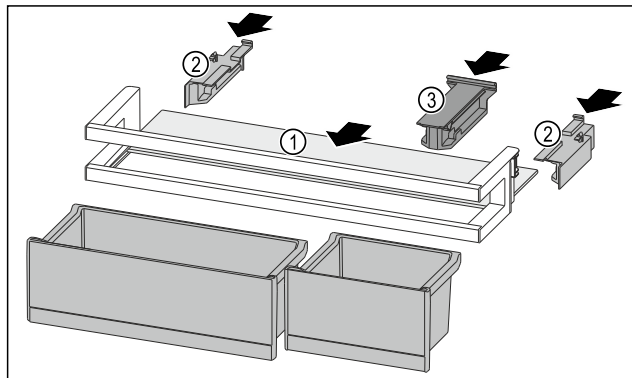

Fig. 88
- Inserire il ripiano Fig. 88 (1) negli incavi laterali.
- Inserire gli elementi laterali Fig. 88 (2).
- Inserire l'elemento di tenuta Fig. 88 (3).